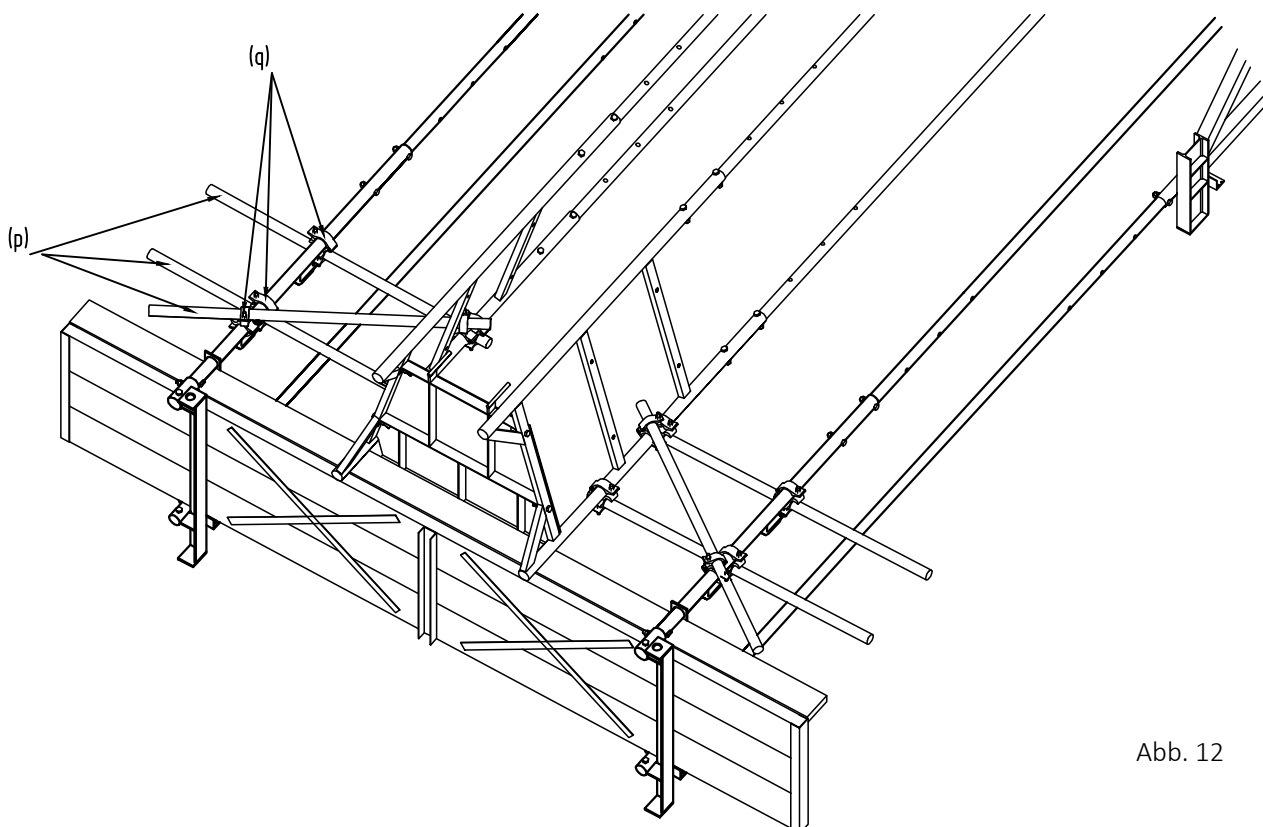

Abb. 12
- 12 Gerüstrohre 1500 mm lang (p) [Teil-Nr. 501500] an den Hängerohren der unteren Bühne und des Leiteraufstiegs mit je 2 Rohrkupplungen 60x48 (q) [Teil-Nr. 510600] befestigen. 4 Rohre horizontal als Geländer, 2 Rohre diagonal zur Aussteifung anbringen (s. Abb. 12).